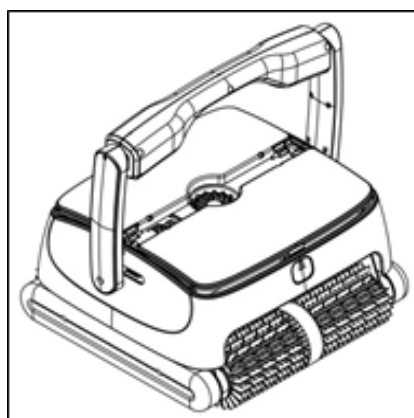

Bild 2
- b. Det övre locket öppnas upp automatiskt (se Bild 2)